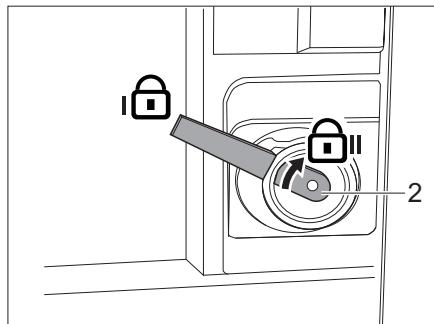

Fig. 24 Cerradura de la puerta de entrada, en el interior, bloqueada en nivel 2
- Gire el bloqueo giratorio (Fig. 24,2) hacia arriba.